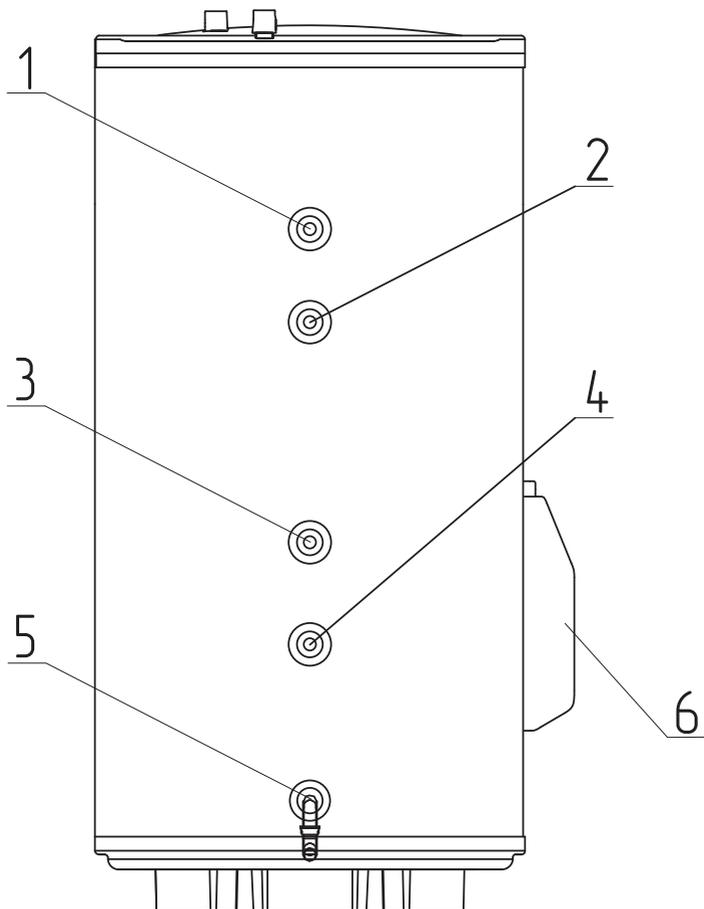
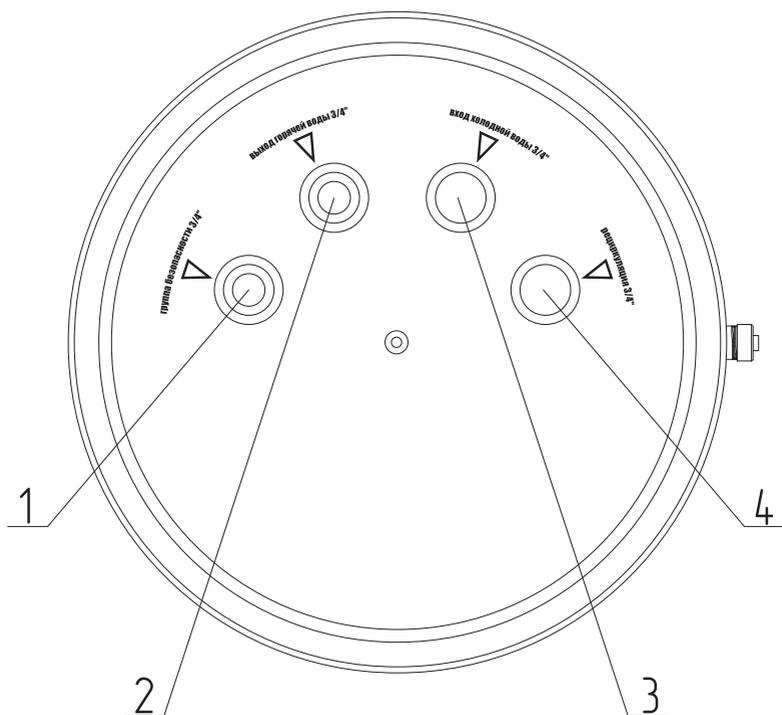
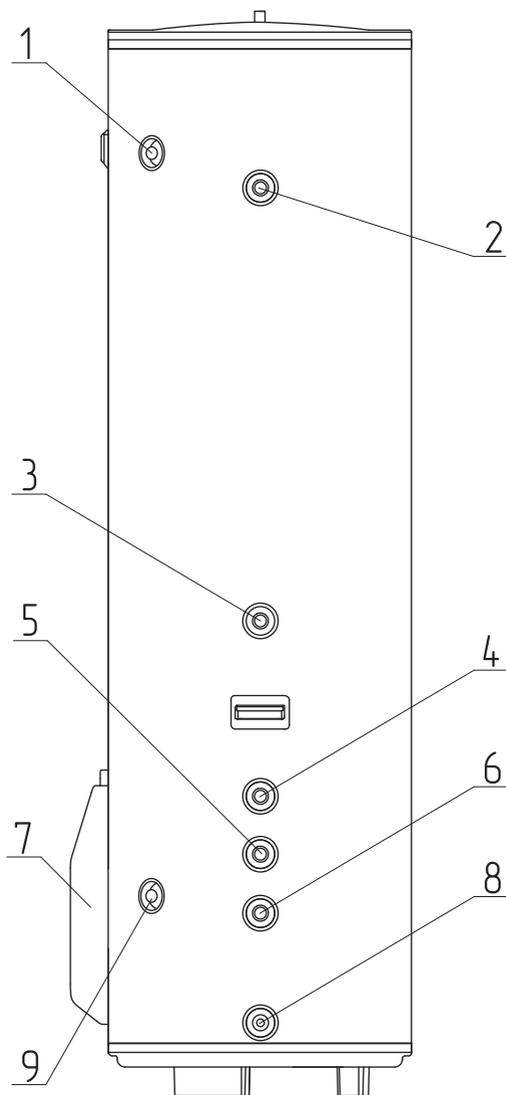
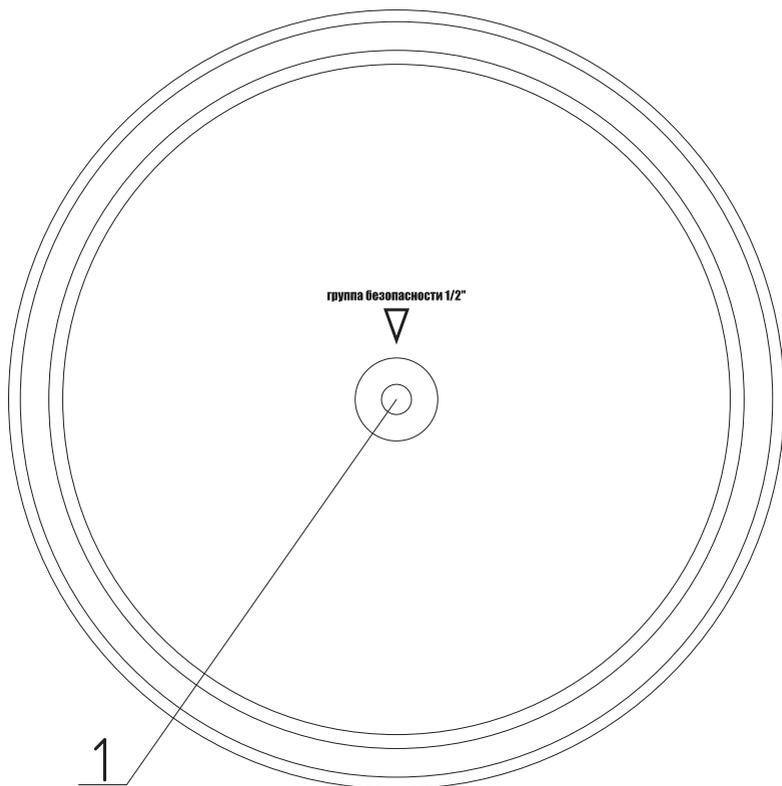

Рис.1 Устройство водонагревателя ZOTA TUNA 150-200
Рис.2 Устройство водонагревателя ZOTA TUNA 150-200 (вид сверху)
Рис.3 Устройство водонагревателя ZOTA TUNA 300
Рис.4 Устройство водонагревателя ZOTA TUNA 300 (вид сверху)
- Группу безопасности, с настройкой предохранительного клапана 6 бар, необходимо устанавливать на верхней крышке водонагревателя в резьбовой патрубке, специально предназначенный для этого (**Рис.2, поз.1;** **Рис.4, поз.1**). На отверстие предохранительного клапана, предназначенное для сброса давления и слива воды, должна быть установлена сливная трубка, выведенная в дренаж, для удаления воды.
4. На входной патрубке (**Рис.2, поз.3, Рис.3, поз.9**) накрутите предохранительный клапан так, чтобы течение воды совпадало с направлением стрелки на корпусе клапана. Во время работы водонагревателя вода может просачиваться из выпускной трубы предохранительного клапана для сброса излишнего давления, что происходит в целях безопасности водонагревателя. Эта выпускная труба должна оставаться открытой для атмосферы и должна быть установлена постоянно вниз и в незамерзающей окружающей среде.
6. К выходному патрубку водонагревателя (**Рис.2, поз.2, Рис.3, поз.1**) подключите магистраль горячего водоснабжения, идущую к потребителям.
7. Установите группу безопасности на предназначенный для этого патрубок, находящийся в верхней части водонагревателя (**Рис.2, поз.1, Рис.4, поз.1**).
Для непосредственного слива воды из внутреннего бака на водонагревателе предусмотрен сливной патрубок (**Рис.1, поз.5, Рис.3, поз.8**).